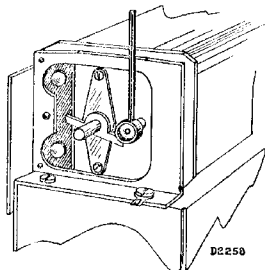

Fig. 4
2.  $15^\circ$  mal aanbrengen (fig. 4); variabele cond. tegen mal draaien (kleine capaciteit). Gemoduleerd signaal van  $1440 \text{ Kc}$  aanleggen aan antennecontact via condensator  $32 \mu\text{F}$ .